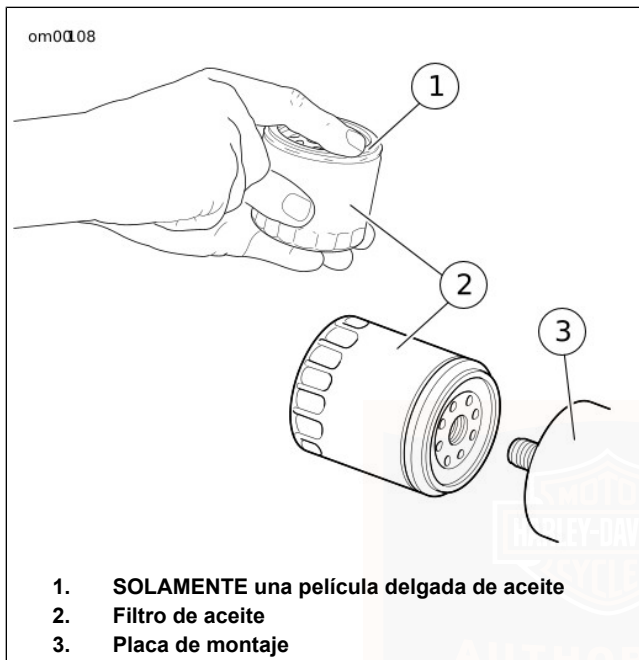

Figura 35. Aplicación de una película delgada de aceite
2. Vea la Figura 35. Limpie con un pedazo de tela limpio la superficie de contacto con la junta del filtro en el soporte del filtro de aceite. La superficie debe estar lisa y libre de suciedad o de material de la junta vieja.
3. Aplique una película delgada de aceite a la superficie de contacto de la junta en el cárter (3), junta y filtro de aceite **nuevo**.